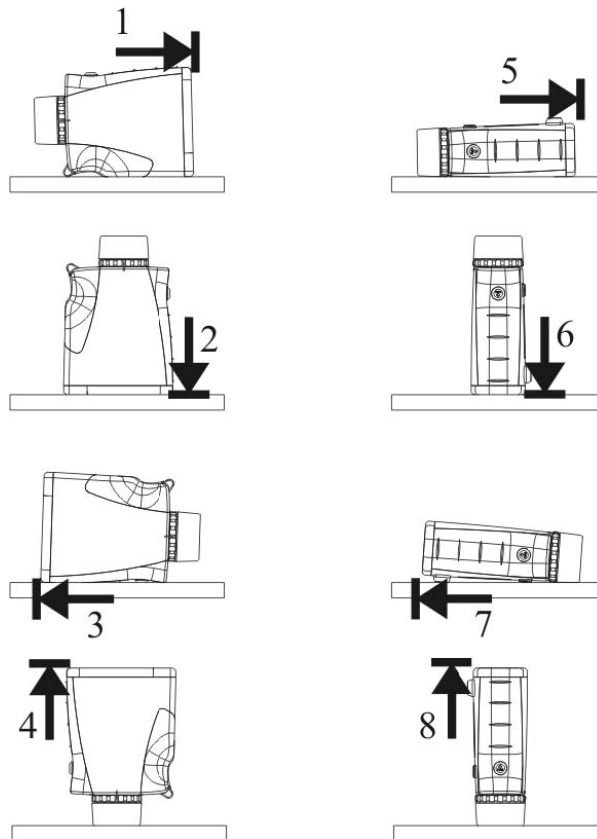

Figure 2: Calibrage du capteur d'inclinaison
4. Procéder ensuite au calibrage du capteur d'inclinaison. Pour cela retourner dans le menu et choisissez « inC », choisissez ensuite « YES » « CAL ». Effectuez la manipulation décrite dans la figure 2 en mettant l'appareil le plus à l'horizontal possible.